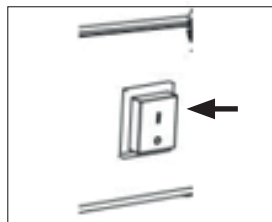

fig. 1
Pour assembler le chauffage, procédez comme suit (voir fig.1) :
- 2.1. Mettez l'interrupteur d'alimentation en position 1 (fig. 1) et vérifiez que le ventilateur fonctionne correctement.